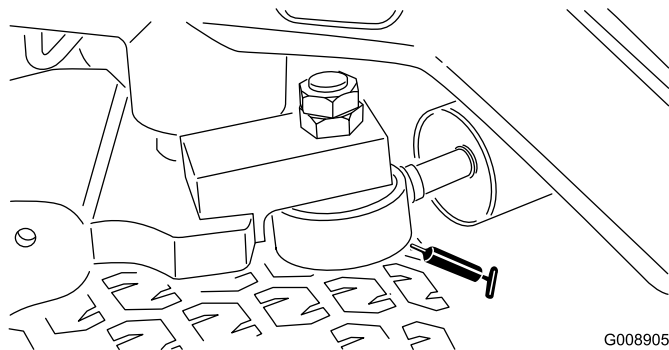

図 50
**注** ステアリングシリンダ反対側の端にグリス注入箇所を作ることができます。その場合、タイヤを外し、ニップルを付け、グリスを注入し、ニップルを外し、プラグを取り付けます (図 50)。